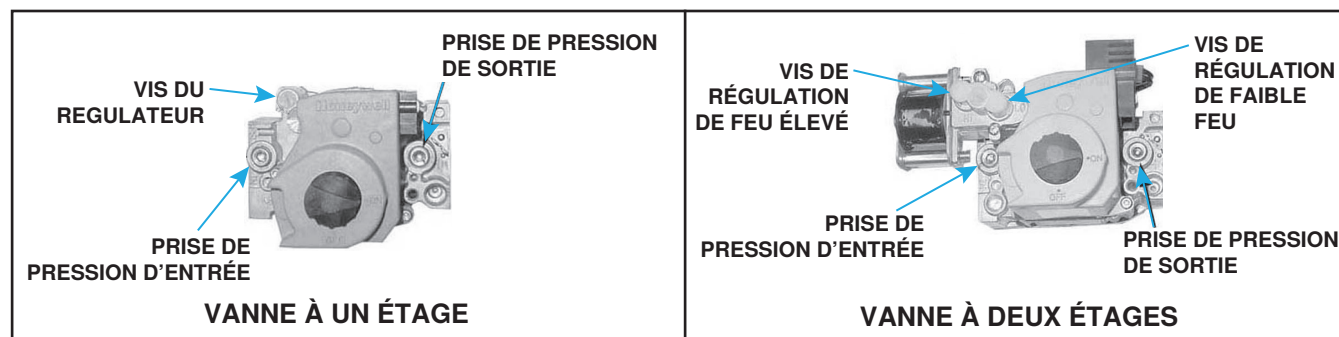

Figure 37. Vannes à gaz combinées
1. Positionnez la soupape manuelle (sur la soupape combinée) de manière à prévenir la circulation vers les brûleurs principaux et branchez le manomètre sur la prise de pression (voir Figure 37).
3. Normalement, aucun ajustement du régulateur réglé en usine ne devrait être nécessaire. Si un ajustement est requis, réglez la pression sur la valeur correcte en tournant la vis du régulateur (voir Figure 37) vers l'intérieur (sens des aiguilles d'une montre) pour augmenter la pression. Tournez la vis du régulateur vers l'extérieur (sens contraire aux aiguilles d'une montre) pour réduire la pression. Consultez la documentation du fabricant de la soupape qui accompagne la fournaise pour des informations plus détaillées.
2. Connectez le manomètre à la prise de pression d'entrée de 1/8 de pouce sur la vanne de gaz combinée (voir **Figure 37**).